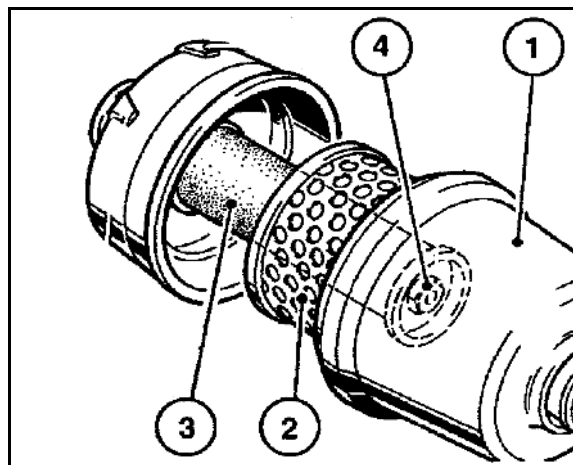

Fig. 165
2. Desprindeți și deșurubați cartușul filtrului de ulei de lubrifiere (Fig. 165/5) cu unelte uzuale comerciale.